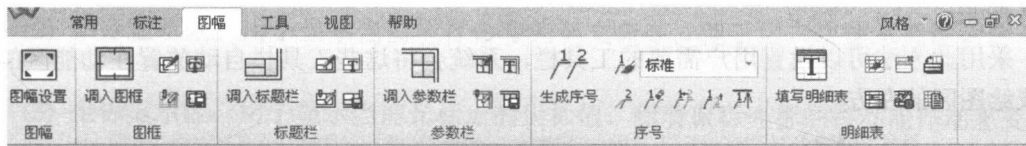

图 1-17 “图幅”工具栏
(3) “图幅”工具栏：又分为图幅、图框、标题栏、参数栏、序号、明细表 6 个子工具栏，如图 1-17 所示。